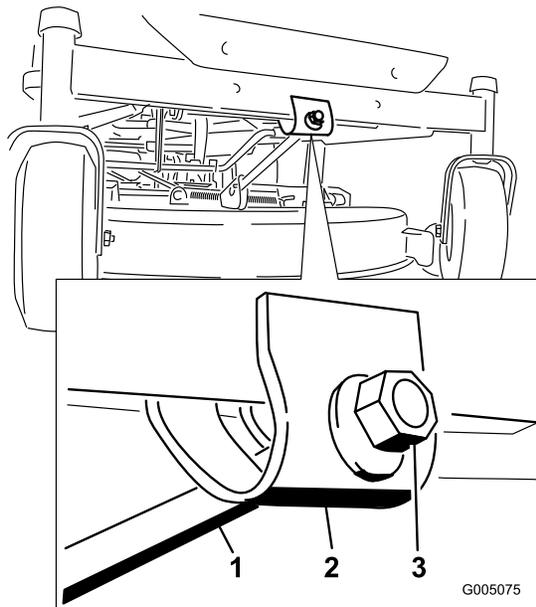

Figura 42
- Para ajustar la inclinación longitudinal, gire la tuerca de ajuste de la parte delantera del cortacésped (Figura 42).